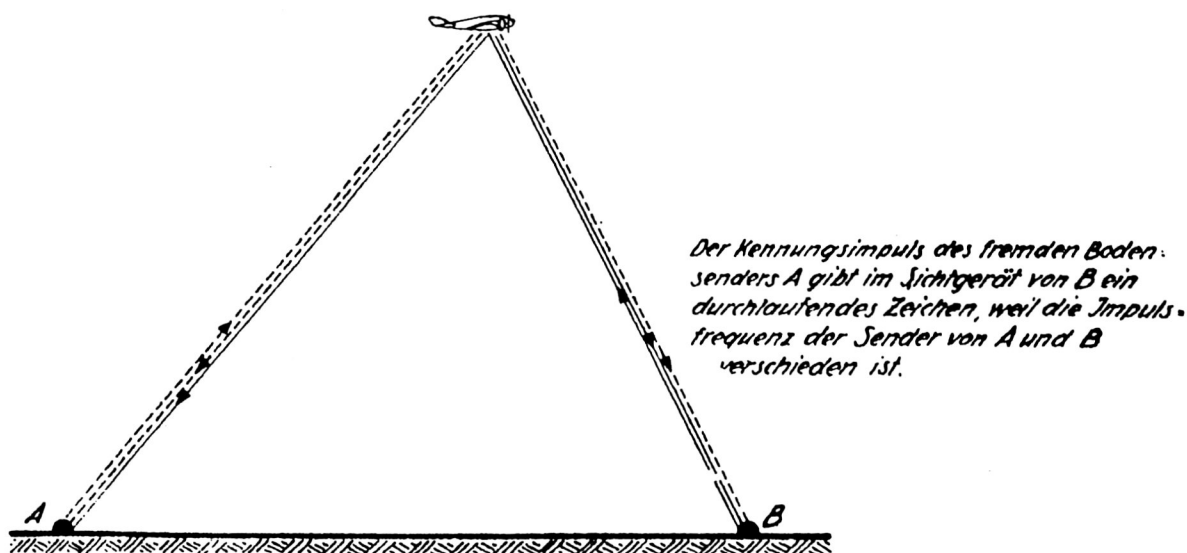

Abb. 10a
d) Viele dasselbe Flugzeug abfragende Bodengeräte (Egon- und Flugmeldemeßgeräte) erzeugen auf den Anzeigeröhren des Egon-Gerätes **störende Durchlaufzeichen**. Die Durchlaufzeichen entstehen durch asynchrone Sender der verschiedenen Bodengeräte (Abb. 10a und 10b).